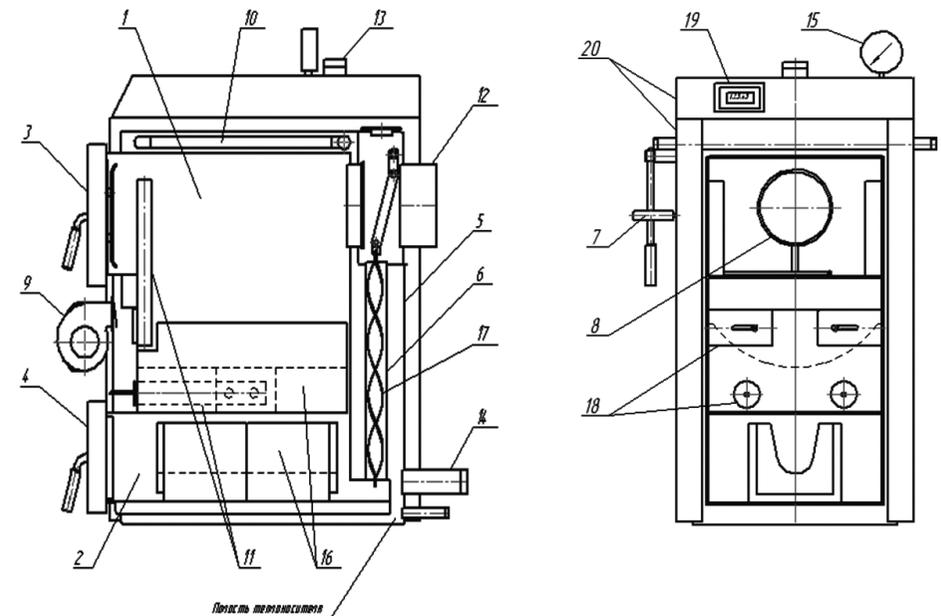

Рис. 1
5. Основные узлы котла показаны на **рис.1**